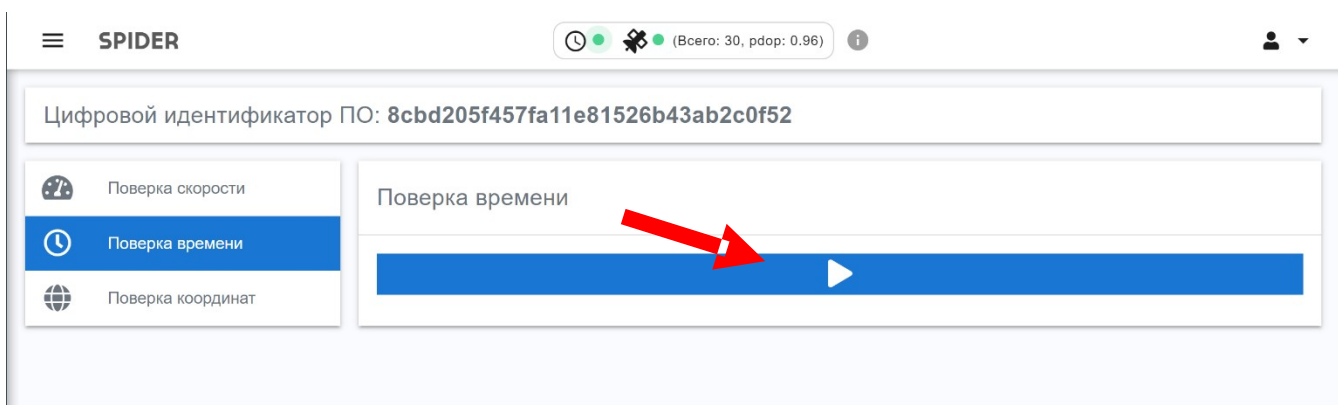

Рисунок 9 – Интерфейс проверки времени
6.7.2. Цифровой идентификатор ПО отображается в разделе «Проверка» (см. рисунок 9).
6.7.4.4. Запустить проверку времени (см. рисунок 9).